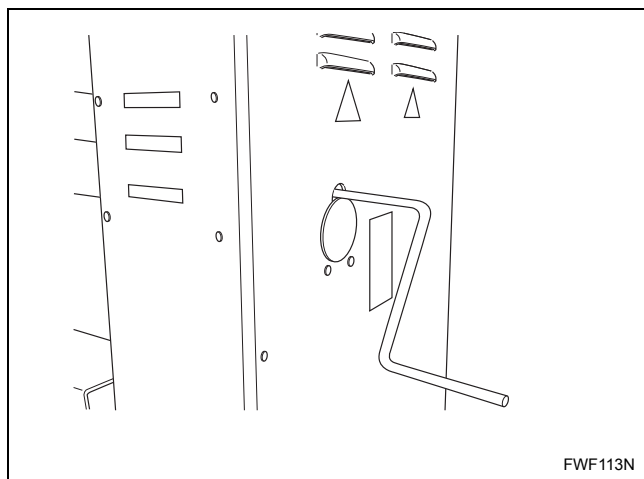

Figura 12
c. Gire o rolete com a manivela. Consulte a *Figura 12*.